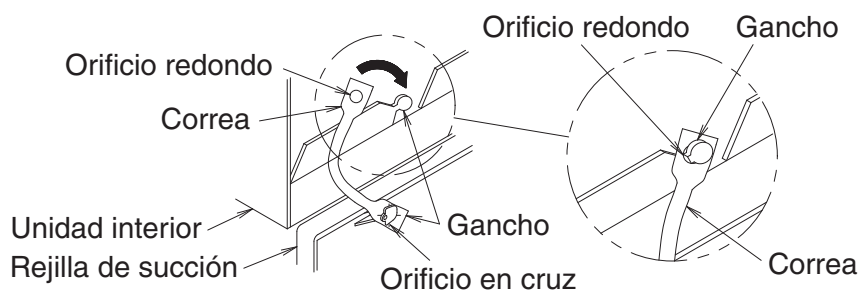

Fig. 38
- Cuando instale la rejilla de succión, cuelgue el tirante de la rejilla de succión en la parte colgante de la unidad interior que se muestra en la **Fig. 38**.